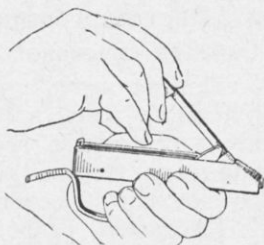

Рис. 46. Как вынуть спусковой рычаг
3. Удерживая спусковую коробку в том же положении, выбить ось спускового рычага и, приподняв рычаг за шептало, вывести его передний край из-под разобщителя (рис. 46),